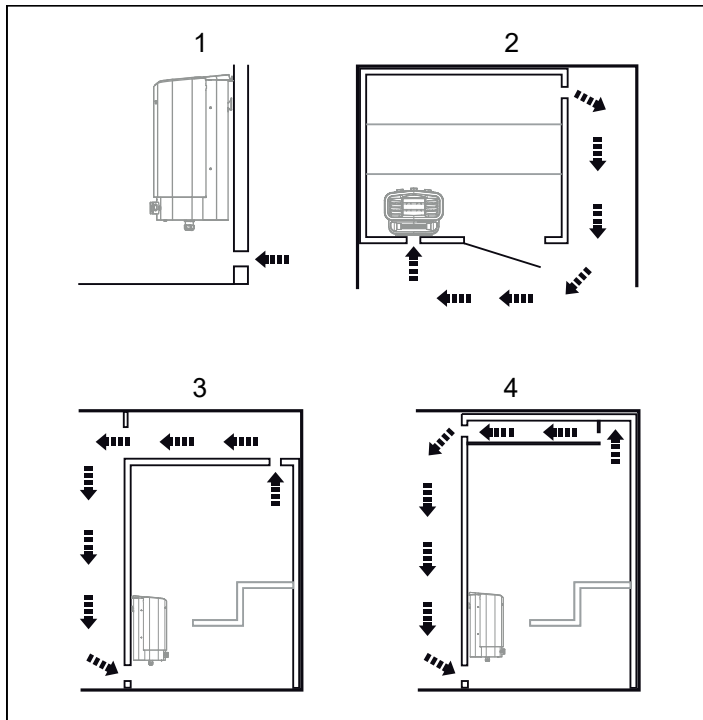

Fig 4: In- och utluftsventilens placering
- Ventilation av bastu ska utföras enligt instruktioner i denna manual (se Avsnittet Inluftsventilens placering, fig 4, Avsnittet Utluftsventilens placering, fig 4).
- Placera inluftsventilen (se Avsnittet Inluftsventilens placering, fig 4).
- Placera utluftsventilen (se Avsnittet Utluftsventilens placering, fig 4).
- med maximalt avstånd till inluftsventilen, t.ex. i diagonal (se Fig 4).
- högt på väggen eller i taket (se Fig 4).